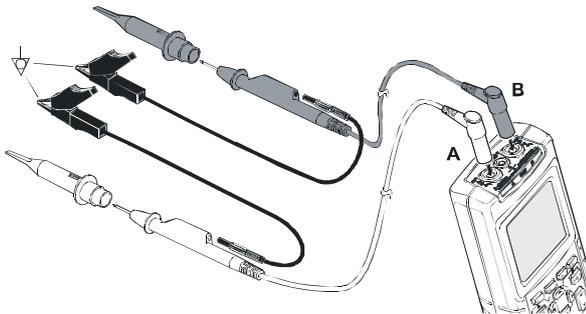

Abbildung 4-1. Anschluss der Eingänge für Feldbus-Messungen
- ⑥  Wählen Sie die entsprechenden Messleitungen oder Tastköpfe für Eingang A und Eingang B.
- ⑦ Schließen Sie die Eingänge wie in Abbildung 4-1 dargestellt an.
- Verwenden Sie die Eingänge wie in Abbildung 4-1 abgebildet.